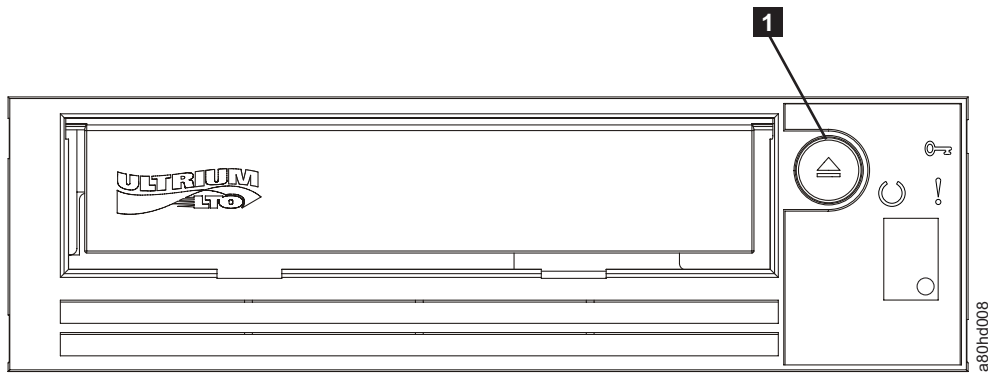

Abbildung 17. Laufwerk in Grundstellung setzen
Sie können das Laufwerk in Grundstellung setzen, ohne dass das Laufwerk und das System ausgeschaltet werden müssen. Dies kann erforderlich sein, wenn das Laufwerk nicht mehr reagiert. Wollen Sie das Laufwerk in Grundstellung setzen, drücken Sie die Entnahmetaste an der Frontkonsole des Bandlaufwerks und halten Sie sie ca. zehn Sekunden lang gedrückt (Abb. 17 auf Seite 20). Das Laufwerk erzwingt einen Speicherauszug wichtiger technischer Daten, der in den Laufwerkspeicher gestellt wird. Der vorhandene Speicherauszug wird überschrieben. Das Laufwerk führt dann einen Neustart aus, um die Datenübertragung zu ermöglichen.
2. Drücken Sie die Entnahmetaste (siehe **1** in Abb. 17 auf Seite 20). Das Laufwerk spult das Band zurück und gibt die Kassette aus. Die Bereitschaftsanzeige blinkt grün, während das Band zurückgespult wird. Sie erlischt, bevor die Kassette ausgegeben wird.